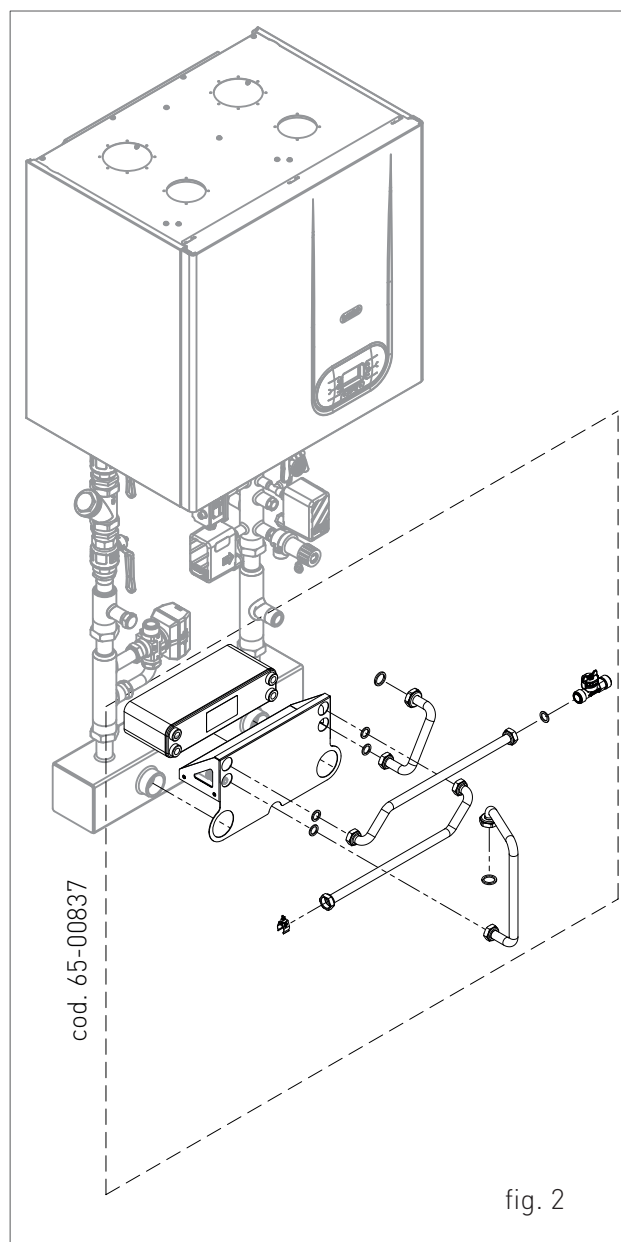

fig. 2
Il kit consente di gestire la produzione di ACS istantanea mediante uno scambiatore di calore installato sul telaio modulare. Il kit (cod. 65-00837, fig. 2) oltre ai tubi e alla staffa di supporto include lo scambiatore da 50 piastre, un flussimetro da installare sul tubo in ingresso acqua fredda e una sonda sanitaria a clip da inserire sul tubo in uscita acqua calda.
Le caldaie sono in possesso del grado di protezione elettrica IPX5D. E' consentita l'installazione all'aria aperta in ambiente parzialmente protetto (pensilina, balcone - vedi fig. 2) in conformità alle relative norme. La Ditta non si assume nessuna responsabilità per installazioni in ambienti con temperatura inferiore a  $-10^{\circ}\text{C}$  o non conformi a quanto sopra indicato.
2. agganciare le asole della caldaia negli appositi ganci (fig. 2);